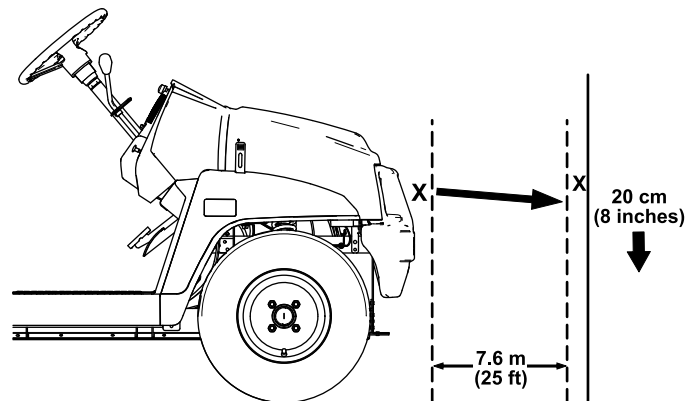

Figura 50
1. Aparque la máquina en una superficie nivelada con los faros a unos 7,6 m de una pared (Figura 50).
La parte más brillante del haz del faro debe estar a 20 cm por debajo de la señal hecha en la pared (Figura 50).